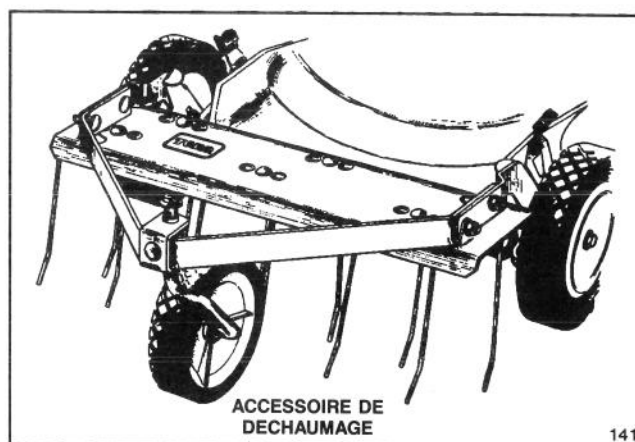

Figure 34
2. Déchaumeur (modèle 59131)—S'installe en quelques minutes à l'avant de la tondeuse afin de faciliter les manoeuvres. Des fourches à ressort désagrègent le chaume afin de permettre une bonne aspiration dans le sac à herbe (figure 34) et donc un enlèvement pratique.